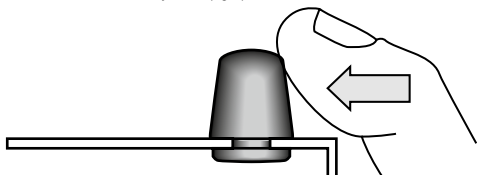

fig.2: de rubberen voetjes verwijderen
- Als u het toestel in een 19"-rack monteert, kan u de standaard gemonteerde rubberen voetjes verwijderen. Oefen zijdelingse druk uit op de voetjes om ze uit het toestel te verwijderen (fig.2).